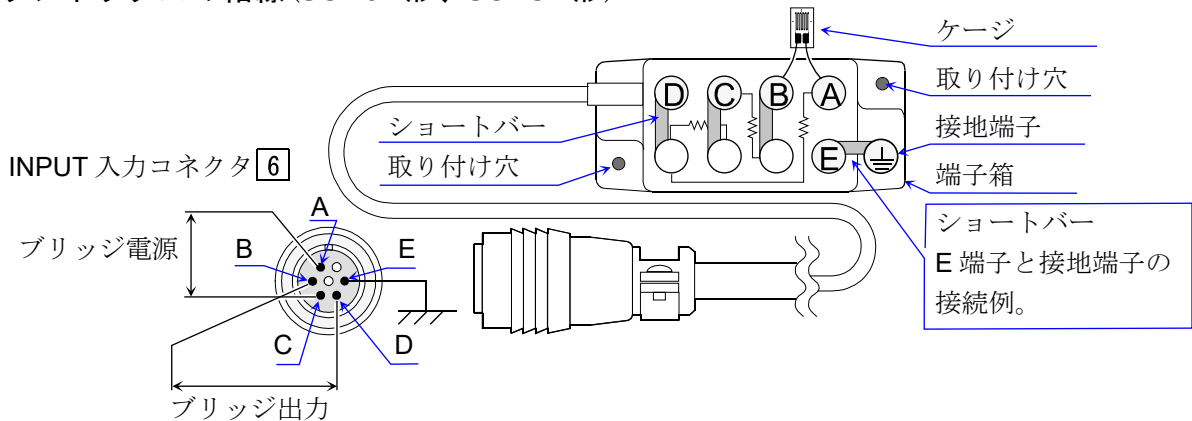

図 20 ブリッジボックス外観
- (A) なるべく測定点に近い場所に置いてください。
- (B) 固定する場合、「図 20 ブリッジボックス外観」の取り付け穴でビス止めします。
- (C) 水気の多い所、温度変化の激しい所および強電界、強磁界中に設置しないでください。
- (D) 設置完了後の接続ケーブルは、動かないよう固定して動ひずみ測定器に接続してください。
「図 20 ブリッジボックス外観」に示すように、ブリッジへの電源供給がピン番号 A と C 端子、動ひずみ測定器への出力がピン番号 B と D 端子、ケーブルのシールド線(E 端子)がピン番号 E 端子です。